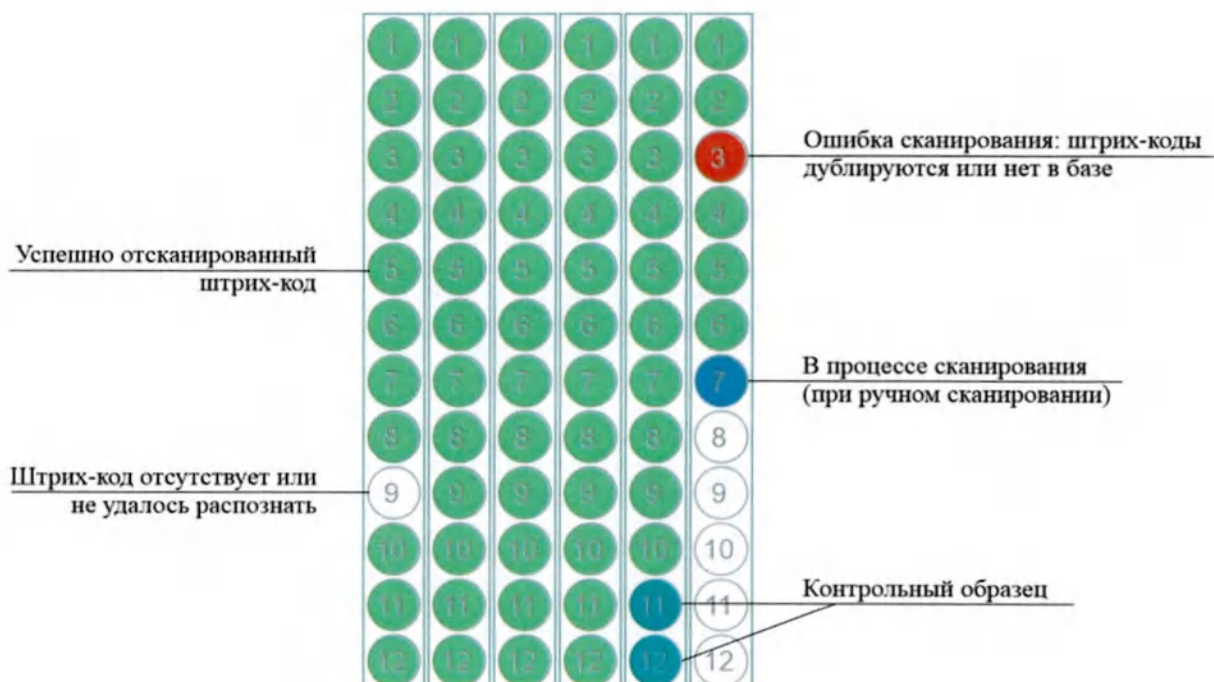

Рис. 37. Цветовая маркировка образцов.
6.5.5.4. На виртуальном рабочем столе образцы, для которых сканирование штрихкодов проведено успешно, в соответствующем штативе будут выделены светло-зеленым цветом: , контрольные образцы будут выделены голубым цветом: . Если два или более образца имеют одинаковый штрихкод, они будут выделены красным цветом:  (Рис. 37).
- При проблеме считывания штрихкода соответствующий образец будет выделен белым цветом:  (Рис. 37). Для сканирования этого образца два раза кликните левой кнопкой мыши на отображении образца на виртуальном рабочем столе, откроется диалоговое окно. Выполните сканирование штрихкода образца при помощи ручного сканера или введите штрихкод с помощью клавиатуры в поле диалогового окна.